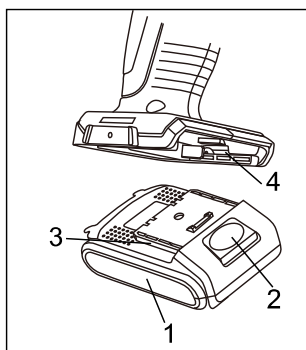

Рис.1
Вставьте аккумуляторный блок (1) до фиксации (Рис.1).
**ВНИМАНИЕ:** Убедитесь, что две направляющие (3) в корпусе аккумулятора совпали с направляющими (4) в рукоятке шуруповерта.